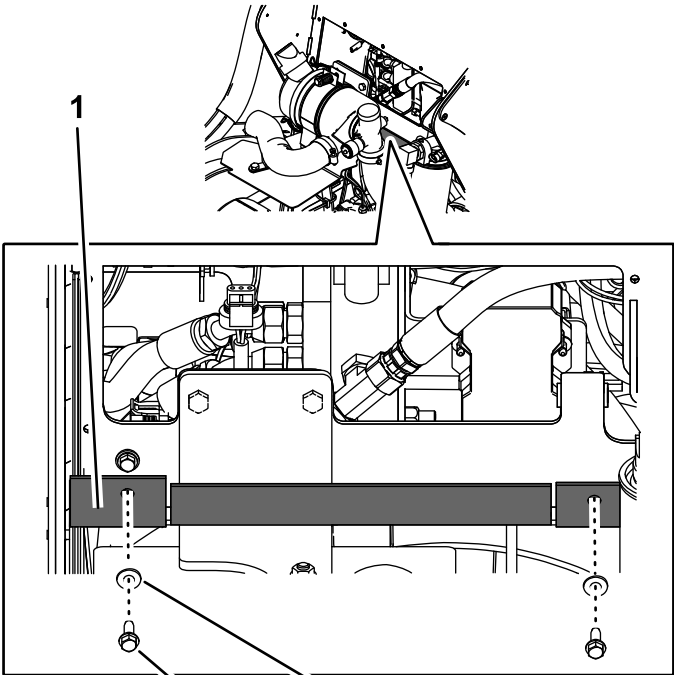

Figura 3
- 3. Retire los 2 pernos y las 2 arandelas que sujetan el deflector de goma, y baje el deflector (Figura 3).